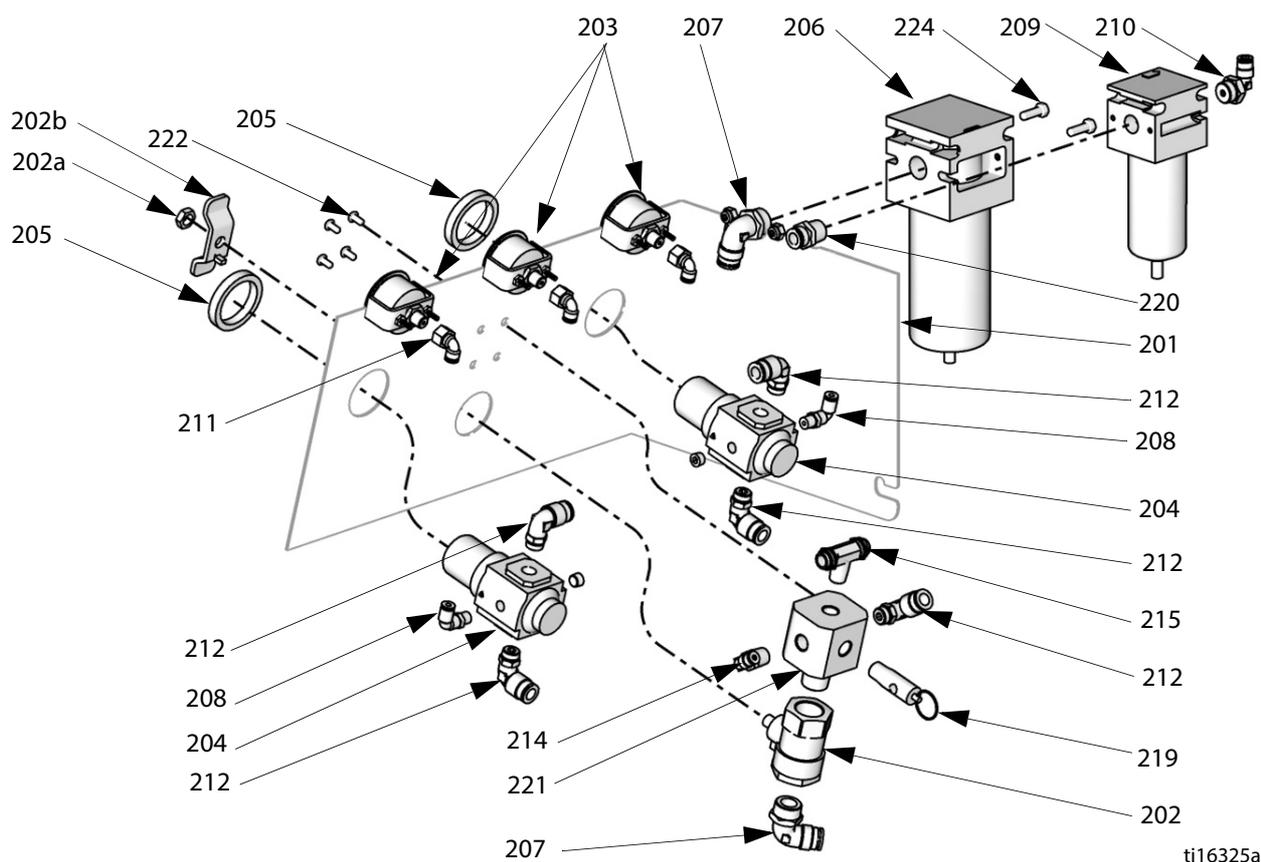

Рис. 18. Органы пневматического управления, конфигурация с насосами
См. полную схему органов пневматического управления конфигурации с насосами на Рис. 18, стр. 26.
2. См. Рис. 18, стр. 26. Снимите гайку регулятора (205) и отсоедините линии подачи воздуха на регулятор (204).
2. См. Рис. 18, стр. 26. Снимите гайку (202b) и рукоятку (202a) с передней части кожуха узла органов пневматического управления.
3. Открутите четыре винта (222) с передней части кожуха узла органов пневматического управления.
6. Отсоедините шаровой клапан (202) и предохранительный клапан (219). При необходимости замените детали, в том числе коллектор. См. **Органы пневматического управления, модели с насосами 24F088 – 24F115 и 24Z017 – 24Z018**, стр. 42.